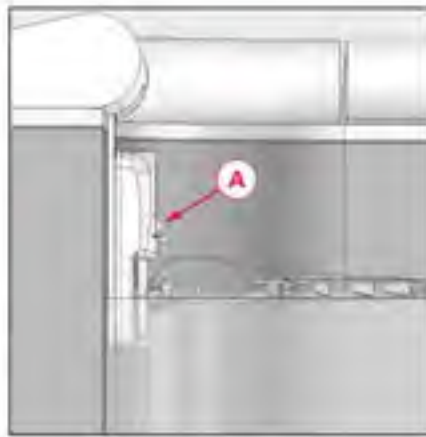

Figura 49 - Vista laterale
- ! Verificare la presenza di perdite mentre la piscina si sta riempiendo. Il livello dell'acqua nella piscina dovrebbe essere come mostrato in *Figura 49*